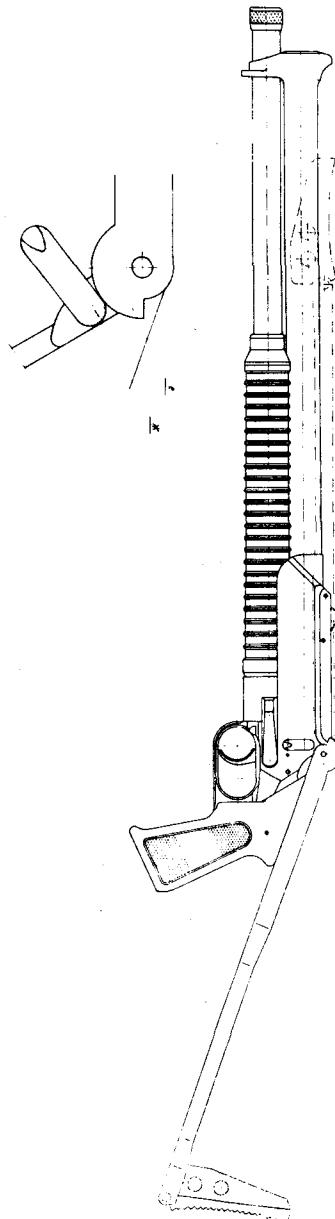

Рис. 4.5. Ружье «Рысь-К»
для ружья «Рысь-К» на рис. 4.5;
6.5.4. Предохранителем от возможного выстрела при сложенном прикладе в ружье «Рысь-К» служит кулачок «е» на щеке приклада (рис. 4.5) взаимодействующий с флагжком «ж» предохранителя 13.